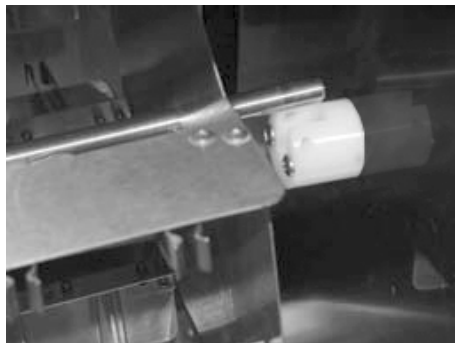

Figura 4 Posizionamento dell'asse del rotatore nella boccia di supporto.
- d Collegare il rotatore ai giunti e nel frattempo inserire l'asse del rotatore nella fessura della boccia di supporto. Vedere la Figura 4.